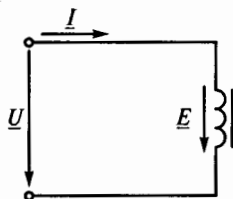

Рис. 120
**3.85.Р.** Как изменятся амплитуда магнитного потока  $\Phi_{\max}$  и ЭДС катушки со стальным сердечником  $E$  на рис. 120, если при неизменной частоте увеличить напряжение на катушке?